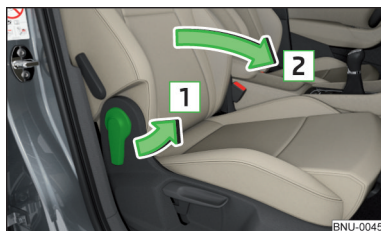

Fig. 81
- Para **abatir hacia delante**, tirar la palanca en el sentido de la flecha  y abatir hacia delante el respaldo del asiento en el sentido de la flecha  » fig. 81. El enclavamiento debe encajar de forma audible.